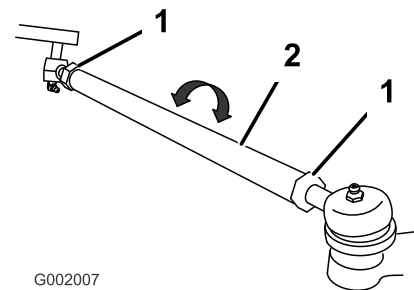

Figura 52
- Si la distancia no está en el intervalo especificado, afloje las contratuercas en ambos extremos de las bielas (Figura 52).